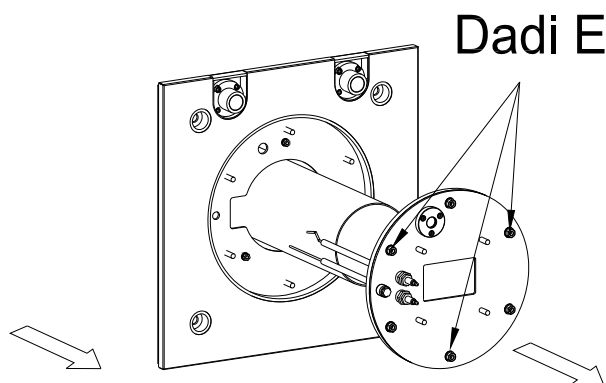

Fig.2
3. Svitare i dadi E (fig. 2) e sfilare il bruciatore facendo particolare attenzione ad estrarlo in asse con la caldaia per non rovinare l'isolamento interno della porta.